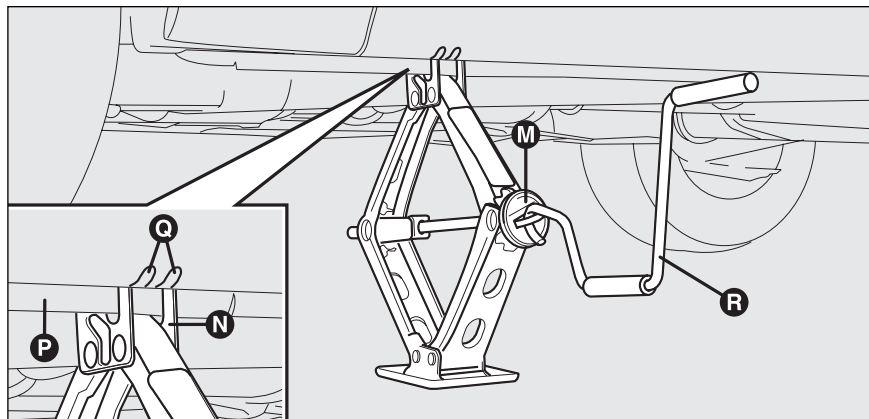

fig. 7
- ☐ actionner le dispositif **M-fig. 7** de manière à détendre le cric jusqu'à ce que la rainure **N** sur la partie supérieure du cric s'engage correctement sur le profil inférieur **P** prévu sur la carrosserie près de l'indication **Q** (à 72 cm environ du centre de la roue avant ou bien 75 cm du centre de la roue arrière);
- ☐ introduire la manivelle **R-fig. 7** pour permettre l'actionnement du cric et soulever la voiture jusqu'à ce que la roue se lève du sol de quelques centimètres;
- ☐ actionner la manivelle **R-fig.7** du cric de façon à baisser la voiture et enlever le cric;